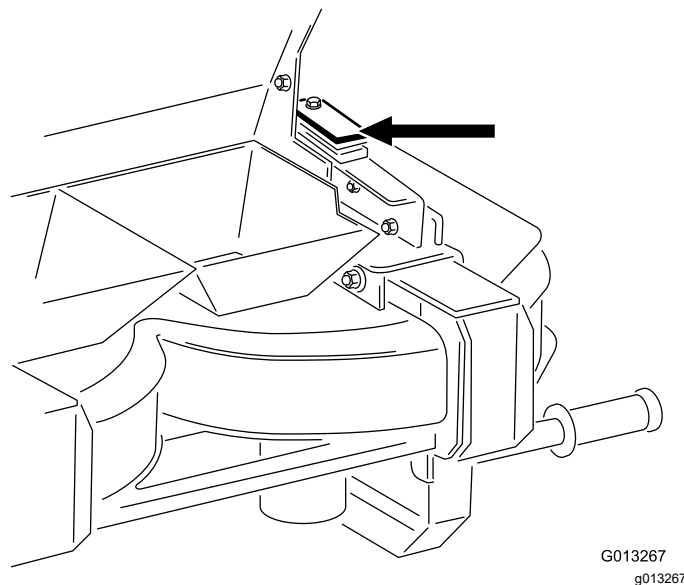

Рисунок 2
1. Если вы планируете использовать двухдисковый разбрасыватель на том же подкормщике, снимите верхнюю пластмассовую проставку ($\frac{3}{8}$ -дюйма), как показано на Рисунок 2, а также металлическую проставку ($\frac{1}{4}$ -дюйма) и замените их прилагаемыми пластмассовой и металлической проставками. Это позволяет сохранять расположение ранее установленных боковых пластин балок на своих местах как при монтаже двухдискового разбрасывателя, так и комплекта транспортера и поворотного устройства.